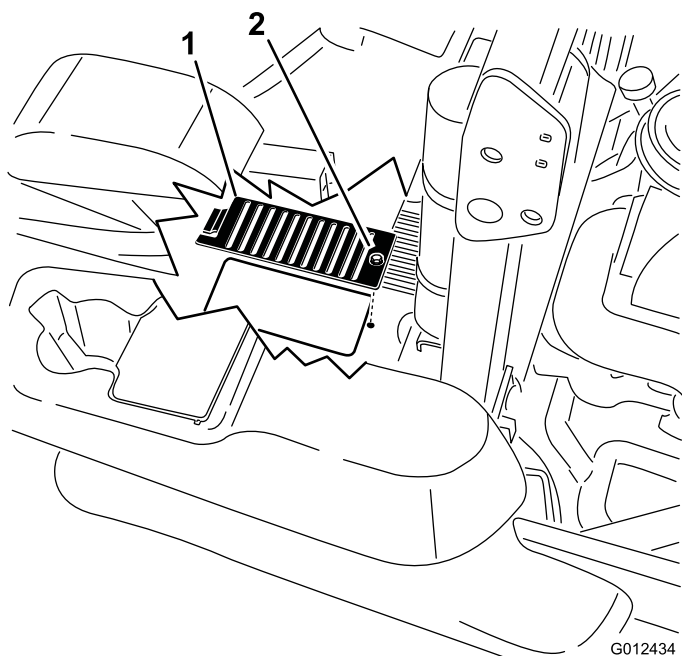

Bild 71
6. Entfernen Sie über jedem Ölpeilstab die Abdeckung und die an der Abdeckung befestigte Schraube. Reinigen Sie den Bereich um jeden Ölpeilstab und jede Hydraulikanlage (Bild 71).